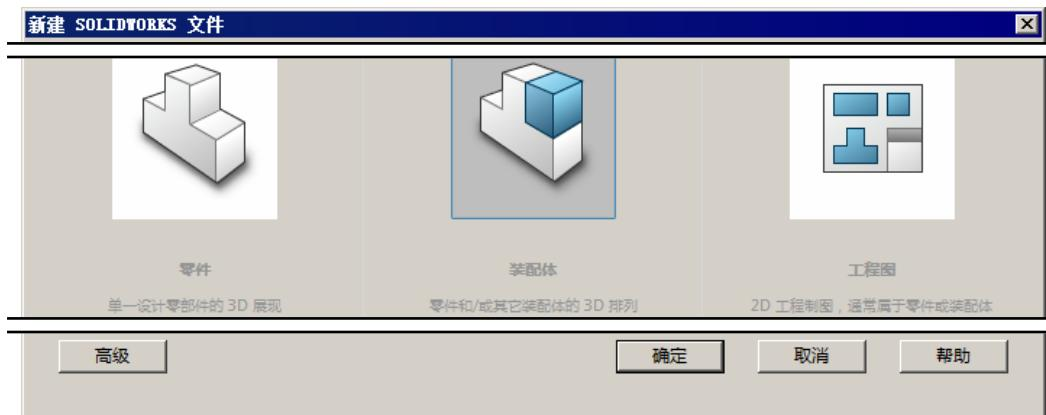

图 7.4.2 “新建 SOLIDWORKS 文件”对话框
- Step1. 选择命令。选择下拉菜单 **文件(F)** → **新建(N)**... 命令，系统弹出图 7.4.2 所示的“新建 SOLIDWORKS 文件”对话框。